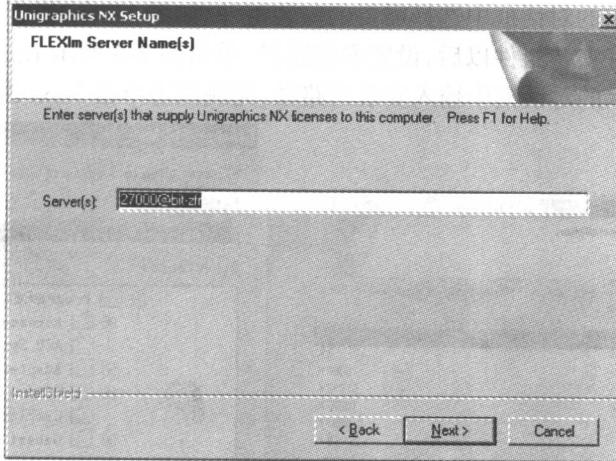

图 1-7 指定网络标识名称对话框
- 系统弹出如图 1-7 所示对话框, 指定网络标识名称, 完成以后单击 Next 按钮。